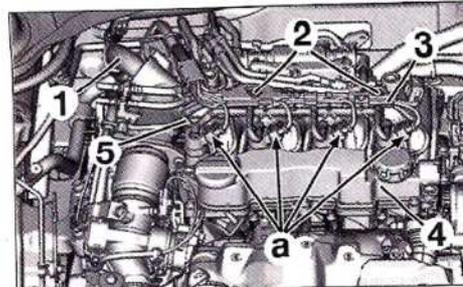
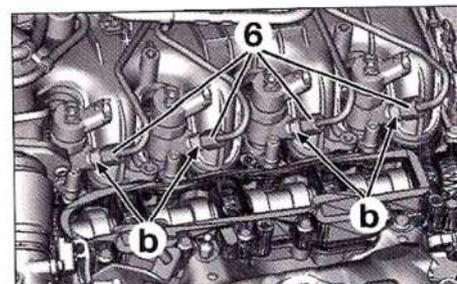

FIG. 53
FIG. 54
- Desmontar el tubo EGR (1) (Fig.53).
- Sacar los conectores (A).
- Desmontar los tornillos (2).
- Separar la pata (3) y el conjunto bomba de cebado + soporte.
- Desmontar los tubos (5) de retorno y el decantador (4).
- Aflojar las conexiones (6) aplicando un contrapares en (B). (Fig.54).